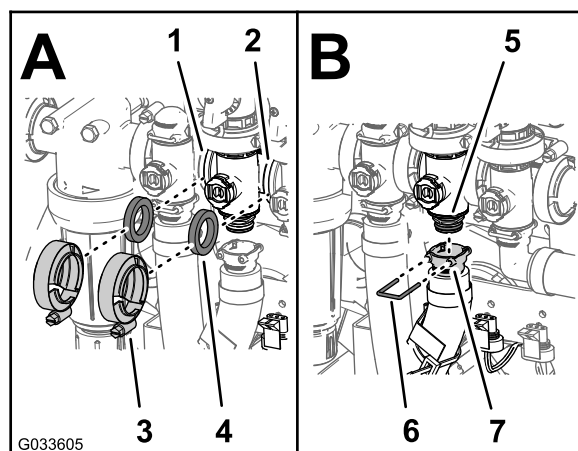

Figura 113
2. Monte a válvula de distribuição de agitação, junta e coletor da válvula de agitação com uma braçadeira de flange e aperte bem à mão (Figura 113).
3. Alinhe uma junta entre as flanges da válvula de controlo de aplicação e do coletor da válvula de controlo de aplicação (A de Figura 113).
4. Monte a válvula de controlo de aplicação e coletor da válvula de agitação com uma braçadeira de flange e aperte à mão (A de Figura 113).
5. Alinhe uma junta entre as flanges do coletor da válvula de agitação e a válvula da rampa principal (A de Figura 113).
6. Monte o coletor da válvula de controlo de aplicação, junta e válvula da rampa principal com uma braçadeira de flange e aperte à mão (A de Figura 113).
7. Monte a união de saída na união na parte inferior do coletor da válvula de agitação (B de Figura 113).
8. Prenda a união de saída à união inserindo um retentor na entrada da união de saída (B de Figura 113).